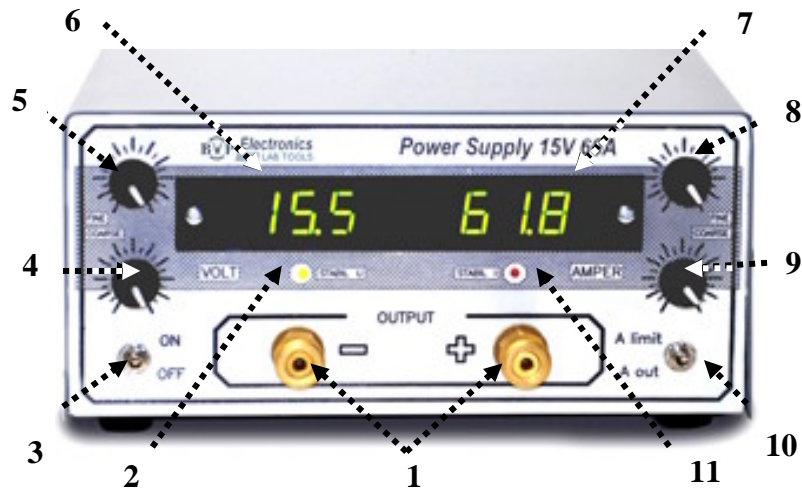

Рис. 2. Расположение органов управления на передней панели источника питания
На передней панели источника питания размещены оперативные органы управления, цифровые индикаторы встроенных измерительных приборов вольтметра и амперметра, световые индикаторы режимов работы и выходные клеммы. На рис. 2 показан внешний вид передней панели прибора и расположение на ней всех органов управления и индикации.
- 8.1 Включите источник питания без нагрузки (переместив тумблер **3** (рис.2) в положение "ON").